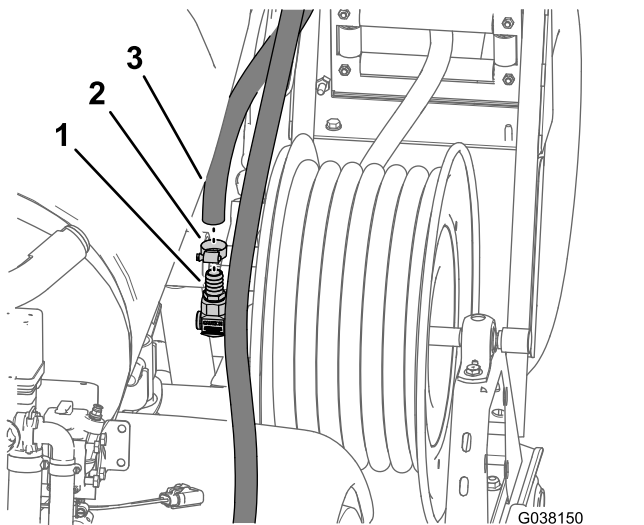

図 98
- 給液ホースを、ホースリールのバンプ付きストレートフィッティングに固定する 図 98 ホースクランプ1332mmを使用する。